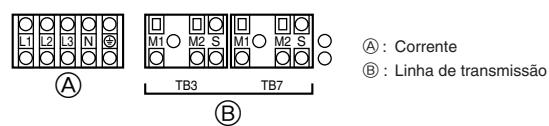

Fig. 6-1
6.2. Caixa de controlo e posição de ligação da cablagem (Fig. 6-1)
- Ligue a linha de transmissão da unidade interior ao bloco de terminais de transmissão (TB3), ou ligue a cablagem entre as unidades exteriores ou a cablagem do sistema de controlo central ao bloco de terminais de controlo central (TB7). Quando utilizar cablagem blindada, ligue o fio de terra blindado da linha de transmissão da unidade interior ao parafuso de terra (⊕) e o fio de terra blindado da linha entre as unidades exteriores e a linha de transmissão do sistema de controlo central ao terminal blindado (S) do bloco de terminais de controlo central (TB7). Além disso, no caso das unidades exteriores, cujo conector de corrente CN41 foi substituído pelo CN40, o terminal blindado (S) do bloco de terminais (TB7) do sistema de controlo central também deve ser ligado à terra (⊕).